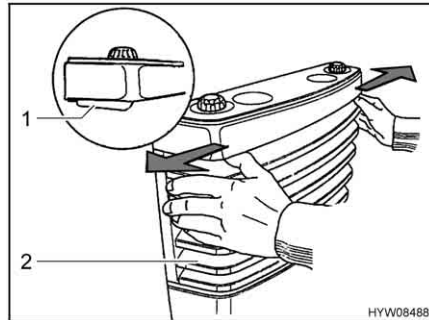

Fig. 146 Rimozione della copertura del riscaldamento
- Rimuovere la copertura del riscaldamento (Fig. 146,2). A tale scopo spingere contemporaneamente verso l'esterno le due leve di chiusura (Fig. 146,1) e ribaltare la copertura in avanti.